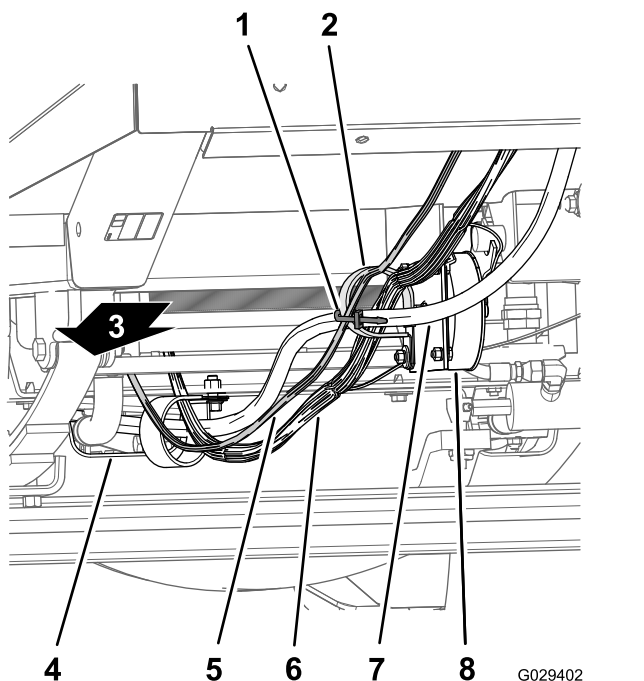
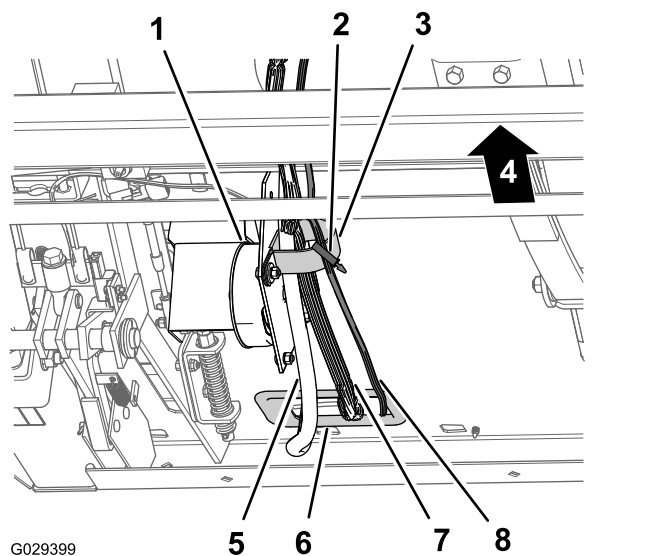

図 195
図 196
1. ダッシュパネル用の 240cm の枝線を、車両のワイヤハーネスとステアリングホースラジエーターの下側に沿って導くラジエーターサポートの下にあるRクランプを通し、走行速度制御コイルの所にあるRクランプを通す 図 195 と 図 196。
2. ダッシュパネル用の 240cm の枝線を、走行速度制御コイルの所にあるRクランプに固定する 図 195 と 図 196。